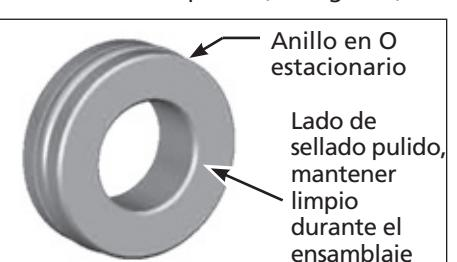

Figura 8
1. Obtenga un nuevo asiento y ensamble giratorio de sello mecánico (números de referencia 8a y 8b en la página 23). Las piezas de sellado se deben remplazar como juego. No mezcle piezas viejas con nuevas. Lubrique el anillo en O del sello estacionario del eje con una pequeña cantidad de jabón para vajilla. No permita que el jabón, suciedad, grasa ni nada entre en contacto con el lado de sellado pulido (vea Figura 8).